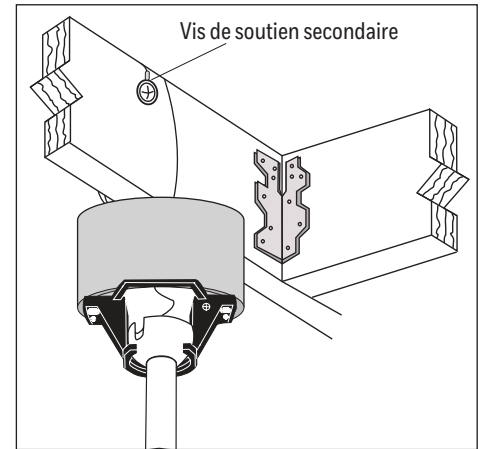

Figure 4.3
3. Serrez la vis de soutien secondaire de façon à fixer le câble tressé (Figure 4.3).